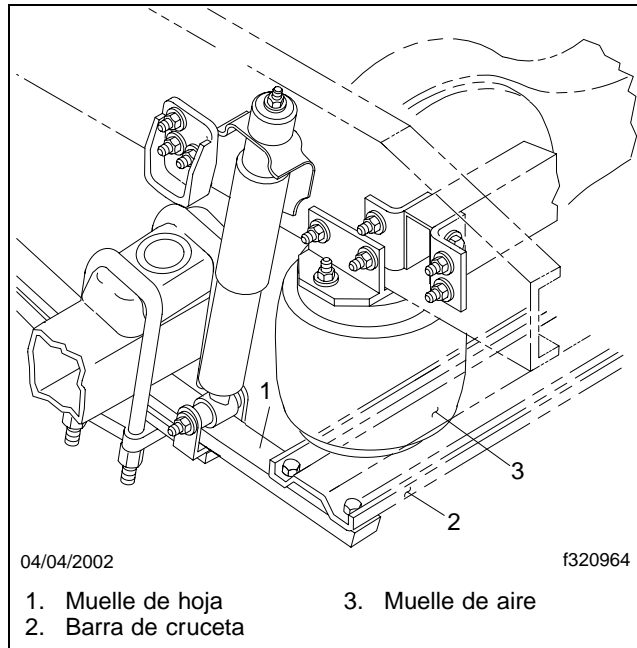

Figura 1, Suspensión 46K con ensamblaje de muelle de hoja y muelle de aire
4. Dejando el eje inmóvil soportado por los gatos, desconecte la placa transversal del muelle de hoja afectado, quitando los pernos, las tuercas y las arandelas. Vea la **Figura 1**. Ponga un soporte en la barra transversal para aliviar la tensión en los muelles de aire.